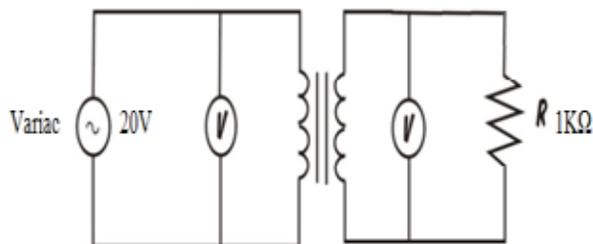

Figura 9.6 Transformador regulador
- a) Arme el circuito mostrado en la figura 9.6 empleando las bobinas iguales de 250 espiras.
- e) Reemplazar en el circuito primario de la figura 9.6, la bobina de 250 espiras por una de 1000 espiras.